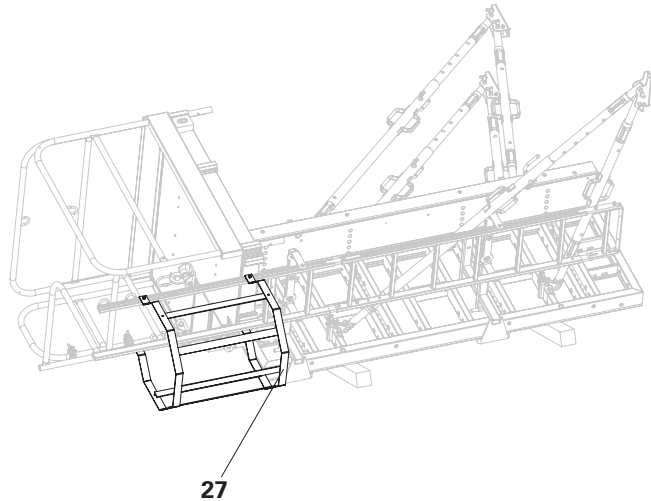

Fig. A3.12
8. Fissare la protezione posteriore 75 o 150 (27, 28) come da progetto con le piastre di montaggio. A seconda della situazione, fissare „attraverso i giunti della scala“ (Fig. A3.12) Distanza tra gli elementi della protezione posteriore  $\leq 30$  cm.